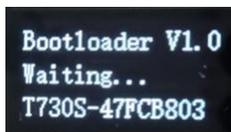

图 2.11 BootLoader 界面
**注意：**升级楼板厚度显示终端的固件程序时需要在关机状态下按住  键然后再开机，开机后会进入图 2.11 所示 BootLoader 升级界面，然后才能用手机 APP 更新固件。